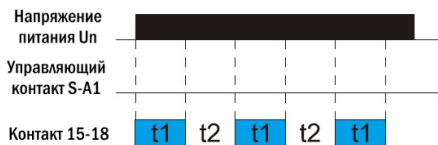
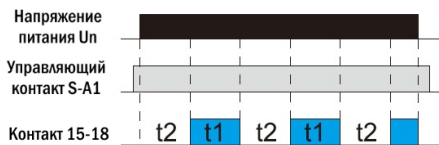

Рис. 1 Цикл начинается с импульса t_1
Рис. 2 Цикл начинается с паузы t_2
4. Выберите необходимую функцию работы реле. Если заданный цикл необходимо начать с импульса t_1 (рис. 1), оставьте контакты S и A1 не замкнутыми. Если заданный цикл необходимо начать с паузы t_2 (рис. 2), замкните контакты S и A1 между собой.